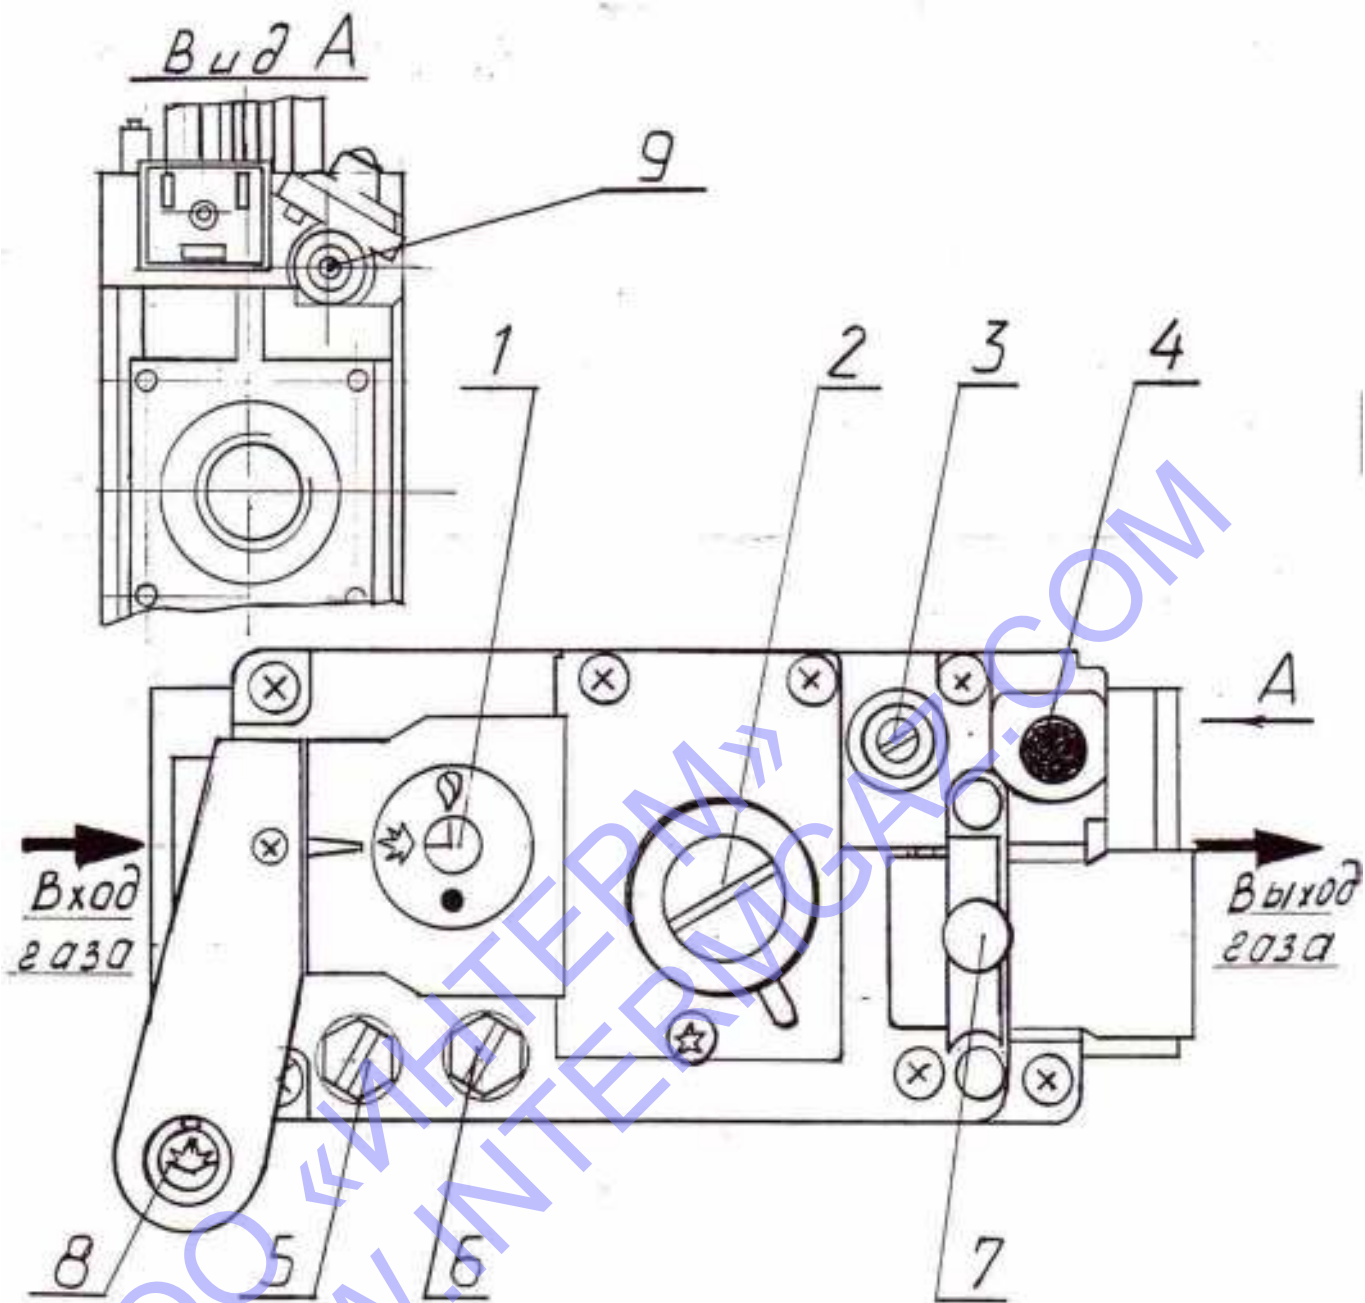

Рис. 4. Элементы управления газовым клапаном.
6.2.2. Проверьте состояние запорных устройств: кран на опуске газопровода к котлу должен быть закрыт, ручка 1 газового клапана должна быть в положении «●» (см. рис. 4).
6.3. При отсутствии тяги, погасании пламени запальника, падении давления газа в сети ниже минимального давления рабочего диапазона и перегреве котла происходит автоматическое отключение подачи газа к основной и запальной горелке. В этом случае необходимо закрыть газовый кран перед котлом и перевести ручку 1 (рис. 4) по часовой стрелке в положение «●» («ВЫКЛ.»).
-установите фитинг в гнездо выхода пилотного газа газового клапана /см. рис. 4 п. 9/, вверните до плотной посадки /упора/. В отверстие фитинга до упора установите чистую, без заусенцев, трубку.
В случае необходимости настройка давления газа производится соответствующими винтами газового клапана (см. рис. 4)
Откройте защитную заглушку с регулятора давления 2 (рис. 4). Для увеличения выходного давления вращайте регулировочный винт по часовой стрелке, для уменьшения – соответственно наоборот. После настройки закрутите защитную заглушку.
Для уменьшения потока газа вращайте винт 3 (рис. 4) по часовой стрелке, для увеличения – соответственно наоборот.